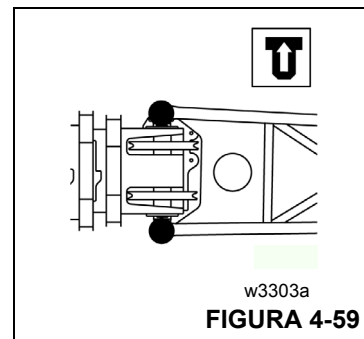

FIGURA 4-59
6. Extraiga los pasadores de bloqueo (Figura 4-59) de ambos lados entre la sección de 10.1 m (33 pies) y la cabeza de la pluma principal y retire la extensión articulada de plegado doble.